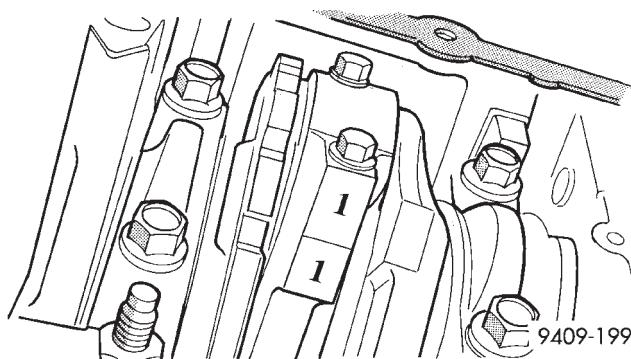

**Fig. 87 Marcas de pistón**
(1) Retire el reborde superior de los huecos de cilindros con un escariador de rebordes confiable, antes de retirar los pistones del bloque de cilindros. **Asegúrese de mantener cubierta la parte superior de los pistones durante esta operación.** Marque el pistón con el número de cilindro correspondiente (Fig. 87).
(3) Los pistones tendrán un grabado en la localización aproximada que se muestra en la (Fig. 87). Estos grabados serán una flecha de dirección o la identificación de peso para el conjunto. La letra L
(4) La designación de peso estampada, L o H, estará en la mitad delantera del pistón y debe mirar hacia la parte delantera del motor para los motores SOHC. La flecha debe mirar hacia la parte delantera del motor para el motor DOHC (Fig. 87).
(5) Haga girar el cigüeñal, de modo tal que el gorrón de la biela se encuentre en el centro del hueco